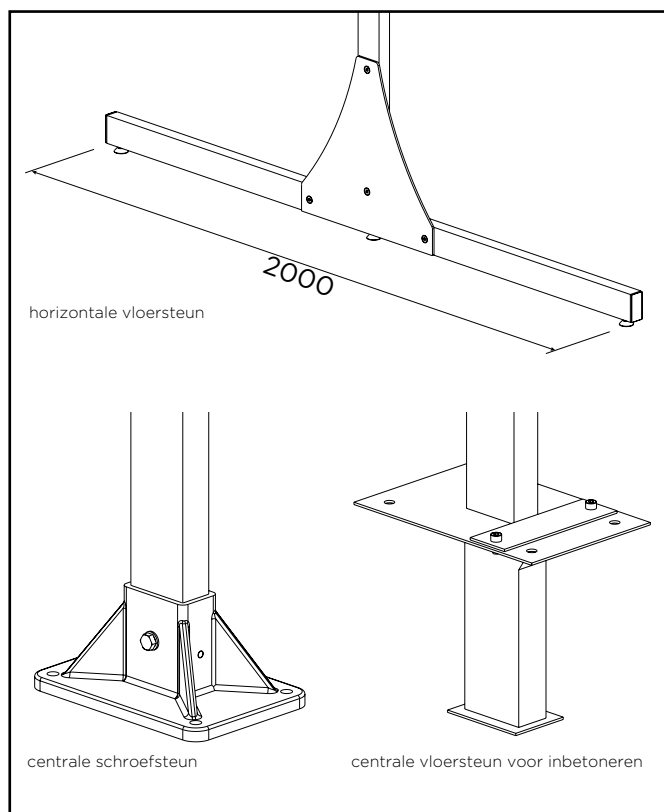

fig. 9 : Vloersteunen
- ▶ Centrale vloersteun voor inbetoneren. (Zie fig. 9)